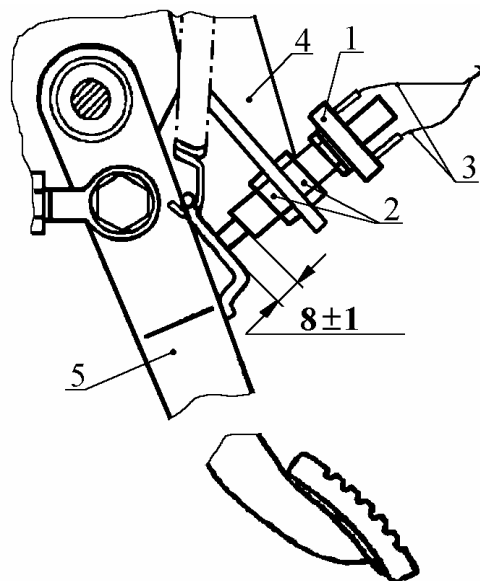

Рис. 62. Снятие выключателя сигнала «Стоп»:
16.5.1. Отсоединить жгут проводов 3 (рис.62) от выключателя 1.